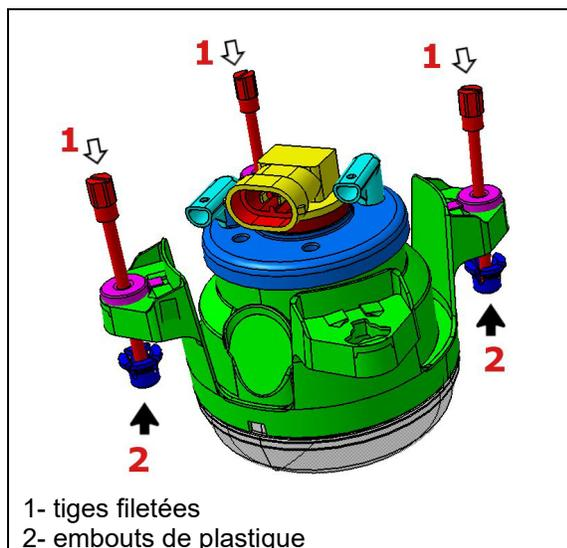
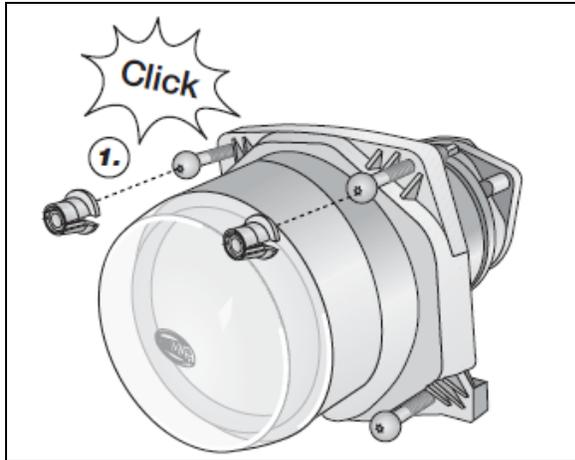

FIGURE 75: PROJECTEUR
FIGURE 79
5. Installer trois nouvelles tiges filetées (item 1, Figure 75) sur le projecteur.
7. Fixer les embouts en plastique aux extrémités sphériques des tiges filetées (3x) (Figure 75 & Figure 79). Vous entendrez ou sentirez un clic.